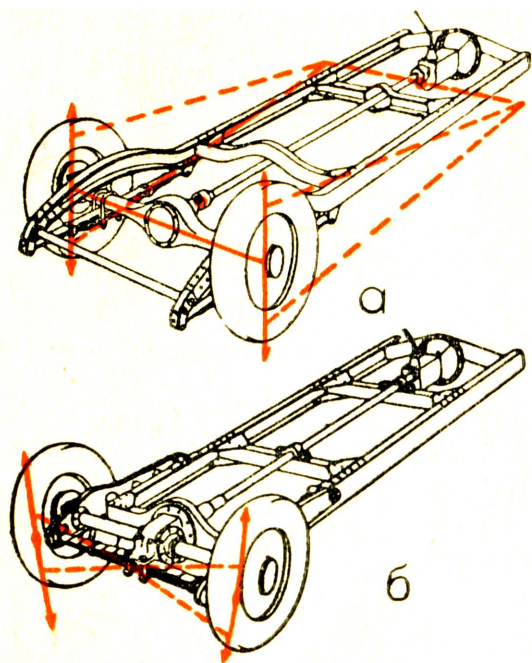

Рис. 35. Рама, осі та ресори.
Осі автомашини можуть бути або **сталі**, то значить виконані з одної штаби, чи з двох частей, але не ломаних, або **ламани** зложені з двох півосей, що можуть ламатись під кутом. Тоді обидва колеса завішені незалежно від себе, що дає краще ресорунання. На рис. 35 а бачимо раму зі сталими осями, а на рис. 35 б з ламаними. В обидвох випадках осі прикріплені до рами за посередництвом нівеліптичних ресорів.
Рис. 35 а. Двосувний рушій.
1. Немає хлипаків, а тим самим і кулачкового валка та попихачів. Их заступають отвори звані каналами в циліндрі, згл. в толочу. Маємо отже канал всисний (рис. 35 а „Е”), канал вихлипний „А” і канал перепливовий „С”! Вхід перепливового каналу до циліндра означений буквою „В”.
рушія і тому мусить він бути зовсім щільний, а в картері не може бути олія (гл. рис. 35 а).
Рушій з носковим толоком з'ображений на рис. 35 а вгорі. Носок толока означений буквою „D". Перебіг праці такого рушія є наступний:
По вибуху толок посувається вниз і легко стискає заслану перед тим до корбового простору мішанку. Горішний правий беріг толока відкриває вихлипний канал **A**, а сейчас після того також перепливовий канал **C—B**. Гази спалення виходять вихлипним каналом, а свіжа, стиснена передтим, мішанка входить отвором **B** до циліндра, де носок **D** спрямовує її вгору (рис. 35 а, вгорі направо) і не дозволяє лишатись з газами спалення. В тім часі толок осягає долішне мертве положення, а потім посувається вгору і зачиняє отвори перепливового і вихлипного каналу. Гази спалення вспіли вже вийти, а свіжа мішанка виповнила циліндер. Дальшим рухом вгору, толок стискає мішанку в циліндрі, а рівночасно розріджує простір корбовий, бо всі канали зачинені. Коротко перед гор. мертвим положенням, долішний беріг толока відчиняє всисний канал **E** (рис. 35 а вгорі наліво за толоком), яким свіжа мішанка впадає до розрідженого простору під толоком. Толок доходить до горішнього мертвого положення, настає вибух і перебіг праці повторяється.
Праця рушія з плоским толоком представлена на рис. 35 а внизу. Різниться він від попереднього конструкцією толока та формою і розміщенням каналів, що саме дозволяють на вплив газів і наповнення циліндра без участі носка.